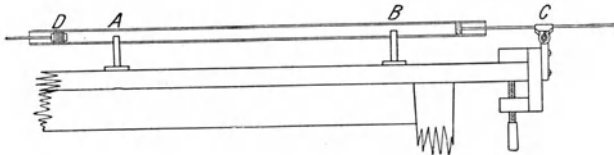

Fig. 104.
b) Lege die Röhre behutsam, ohne den Staubstreifen zu zerstören, in zwei V-förmig ausgeschnittene Holzböcke *A* und *B* (Fig. 104). Schraube die Zwinde des Feilklobens *C* am Tischrande fest. Lege den Maßstab mit der geteilten Kante so an die Backen des Klobens, daß die Mitten beider zusammenfallen. Klemme den Messingstab so mit den Backen fest, daß seine Mitte genau zwischen deren Mitten liegt. Richte die Glasröhre so aus, daß das Ende des Messingstabes, das die